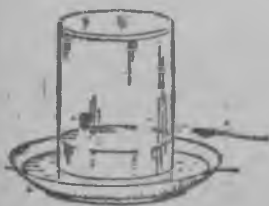

Рис. 183.
10. Блюдах веен ке азететтих куматту хийдава стакана. Микси колвайзен мандуб вези стаканли судәмес рубизу сезиомах улембәнә, куй блюдас (рис. 183)?